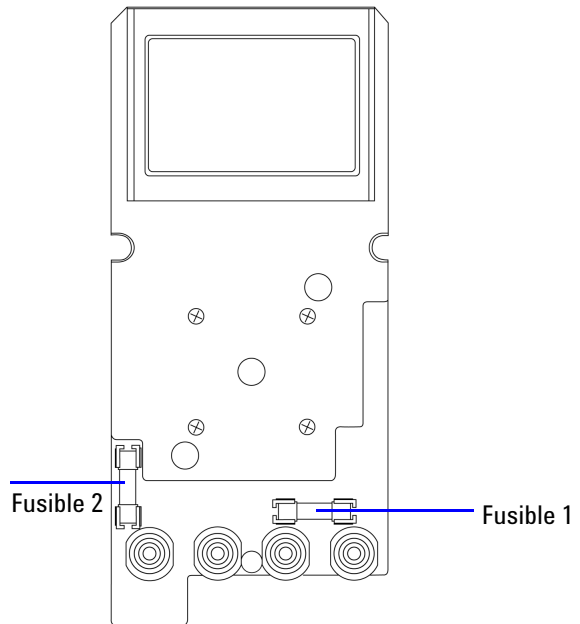

Figure 6-3 Remplacement des fusibles
- 4 Retirez la carte circuit, comme indiqué dans la Figure 6-3.